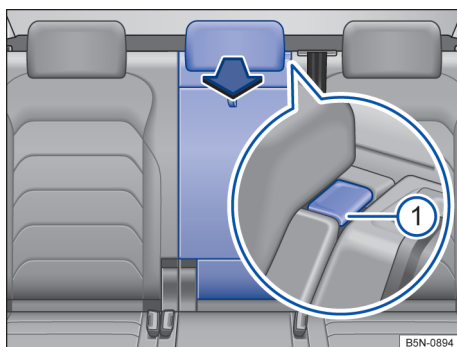

Fig. 189 No encosto do banco traseiro: abrir o dispositivo para transporte de objetos longos.
- Pressionar o botão de destravamento → Fig. 189 ① e rebater o dispositivo para transporte de objetos longos para frente → ⚠.